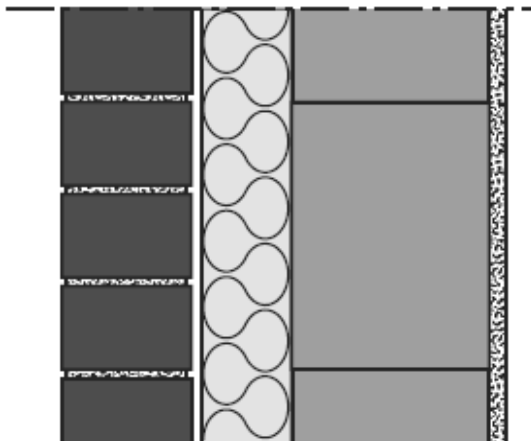

Abb. 5.5-1: Zweischaliges Mauerwerk mit Kerndämmung, aus [2].
- mit Kerndämmung (Abb. 5.5-1)
Bei zweischaligem Mauerwerk mit Kerndämmung (Abb. 5.5-1) darf der Hohlraum zwischen den Mauerwerksschalen vollständig mit Wärmedämmstoff verfüllt werden, sofern der Wärmedämmstoff für diesen Anwendungsbereich genormt oder dessen Brauchbarkeit nach den bauaufsichtlichen Vorschriften – z. B. durch eine allgemeine bauaufsichtliche Zulassung – nachgewiesen ist.